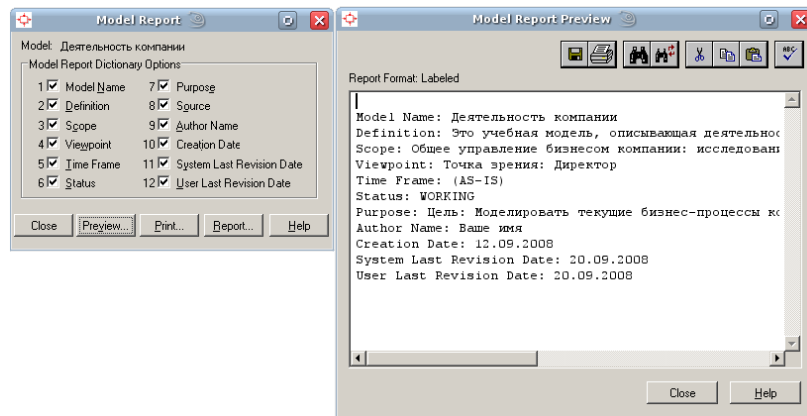

Рисунок 1.4 – Отчет по модели
8. Создайте отчет по модели. Для этого выполните команду меню **Tools – Reports – Model Report...** и установите все флажки в диалоге настройки отчета (рис. 1.4).